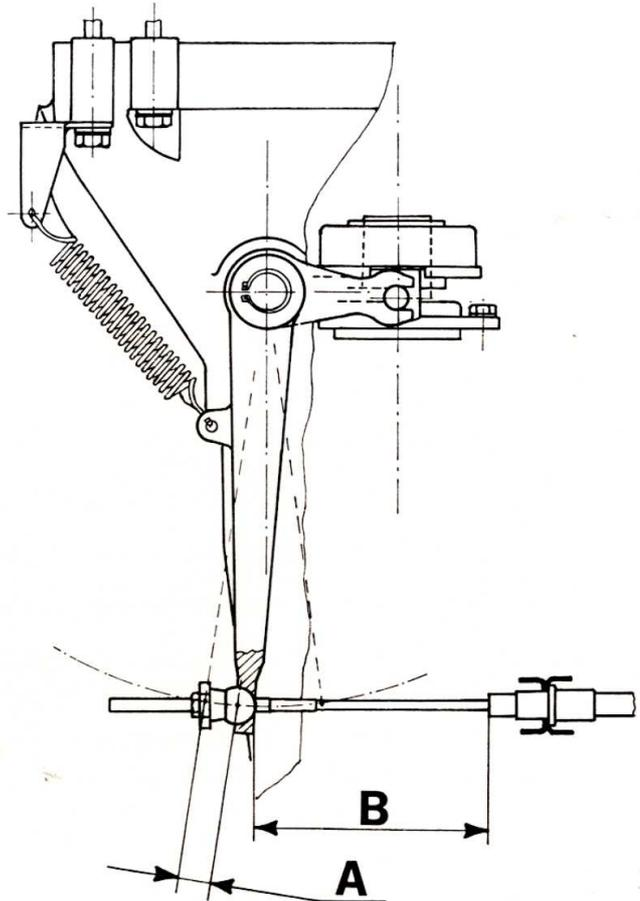

Fig. 36 - Position du levier de débrayage avec pédale au repos
- Cote B de la fig. 36 avec pédale d'embrayage au repos . . . 100 mm environ
- Cote B de la fig. 36 avec pédale d'embrayage pressée a fond . . . . . 64 mm environ
- Cote A de la fig. 36 (course d'usure) . . . . . 19 mm